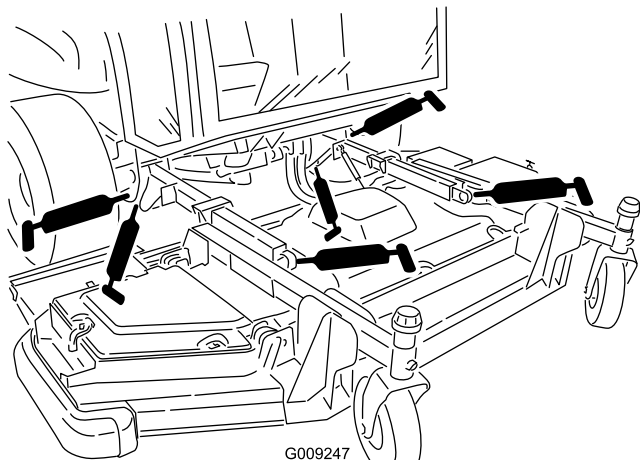

図 73
- 昇降アームのブッシュ2ヶ所 図 73
- 昇降アームのボールジョイント 2ヶ所 図 73
- 前デッキの昇降シリンダのピボット2ヶ所 図 73